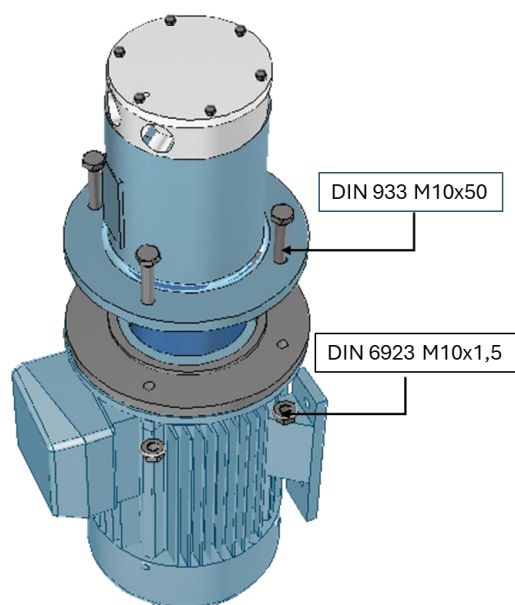

Figura 2
2. Separare la pompa dal motore (Figura 2)